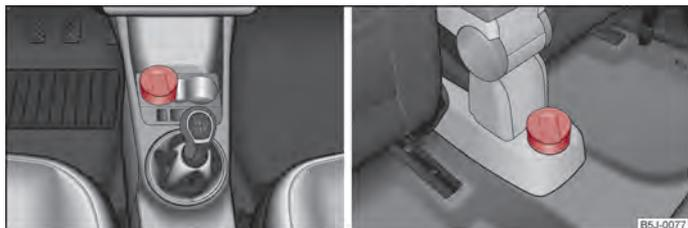

Fig. 60 Consola central: Cenicero delantero/posterior
- Sacar el cenicero ⇒ fig. 60 hacia arriba. Al sacarlo, no sujetar el cenicero por la tapa - podría romperse.